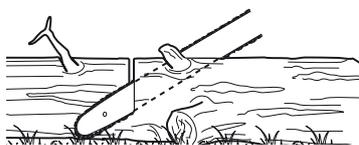

Fig. 40
- > Se conformer à des principes très simples pour simplifier la coupe. Si le tronc est soutenu sur toute sa longueur (Fig. 40), la coupe s'effectue du haut vers le bas (overbuck).